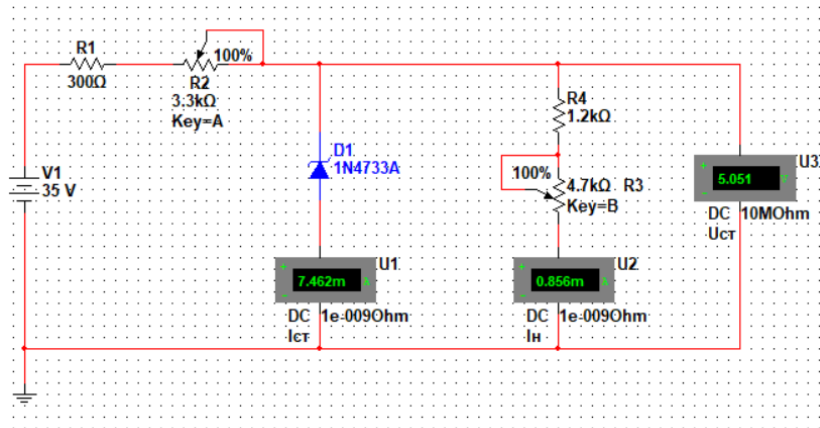

Рисунок 4.9
4. Побудувати та вивчити призначення всіх елементів схеми (рис. 4.9). Початкові значення потенціометрів дорівнюють 100%.